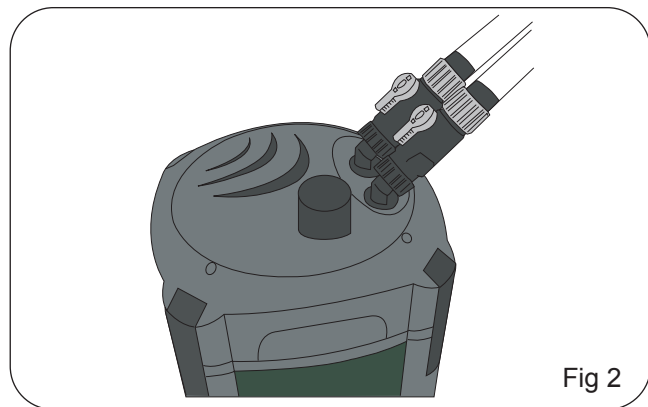

Fig 2
2. Retire a grelha e os cestos de mídia da cuba, retire as mídias dos sacos de plástico e coloque-as novamente dentro dos cestos respectivos de acordo com a figura da página 54. Passe os cestos com as mídias por água corrente para retirar o excesso de pó. Fig. 2
4. Desenrosque as torneiras da tampa. Desatarraxe a porca mais próxima da tampa, não a que se encontra do mesmo lado da mangueira. Note que irá verter alguma água. Fig 2